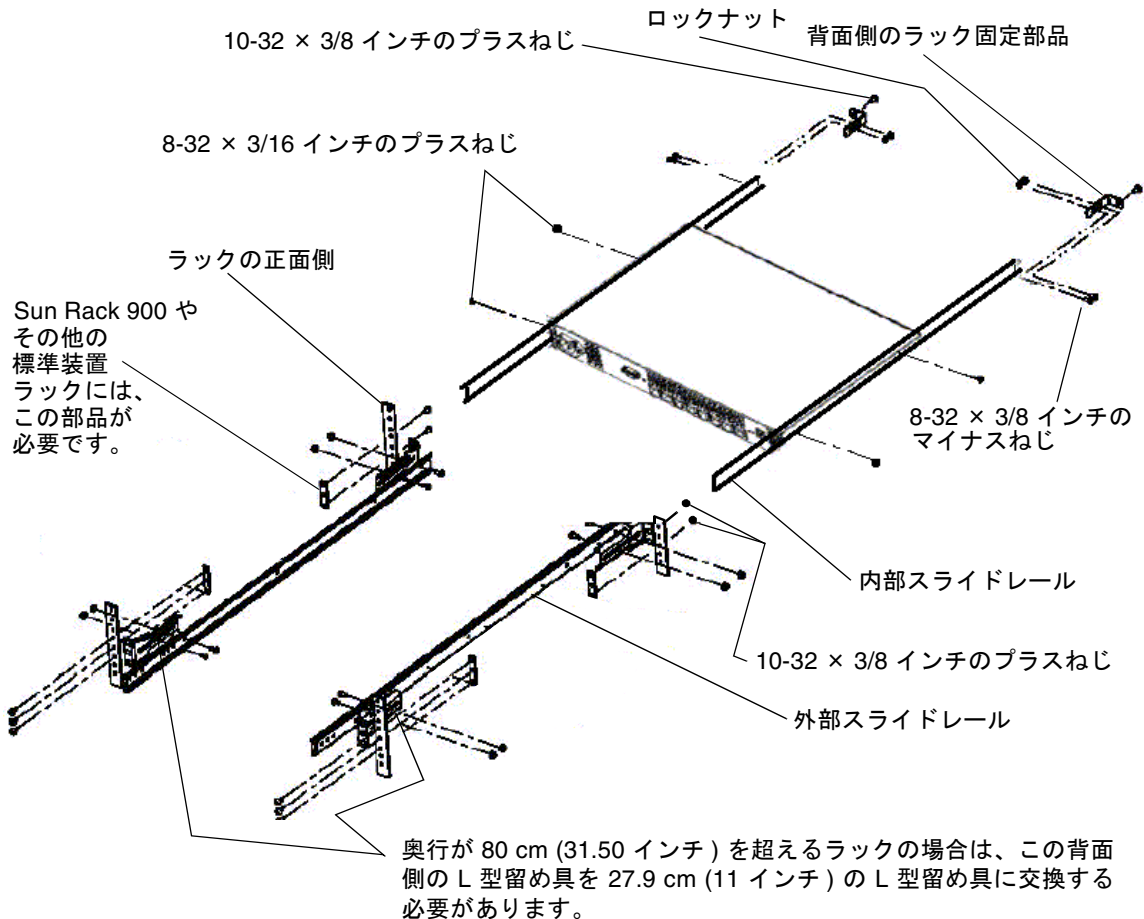

図 1-1 Sun StorEdge Network 2 Gb Brocade SilkWorm 3200 スイッチのラックへの搭載
- a. 図 1-1 のように、スイッチの背面側のラック固定部品を内部スライドレールのロック解除レバーが付いていない方の端に合わせます。
3200 スイッチのファン側がラックの正面から引き出せるように、図 1-1 に示すとおり、レールの向きを合わせます。ロック解除レバーの付いている方の端が、3200 スイッチのポート側になります。
3200 スイッチがラックの正面から引き出せるように、図 1-1 に示すとおり、スライドレールの閉じている方の端をラックの背面側に向けて取り付けます。
- d. 図 1-1 のように、2 本の 10-32×3/8 インチのプラスねじを使用して、スライドレールの正面側の留め具を対応するラックレールに取り付けます。
- a. 図 1-1 のように、3200 スイッチをできるかぎりラックの近くに位置付けて、内部スライドレールを外部スライドレールに挿入します。